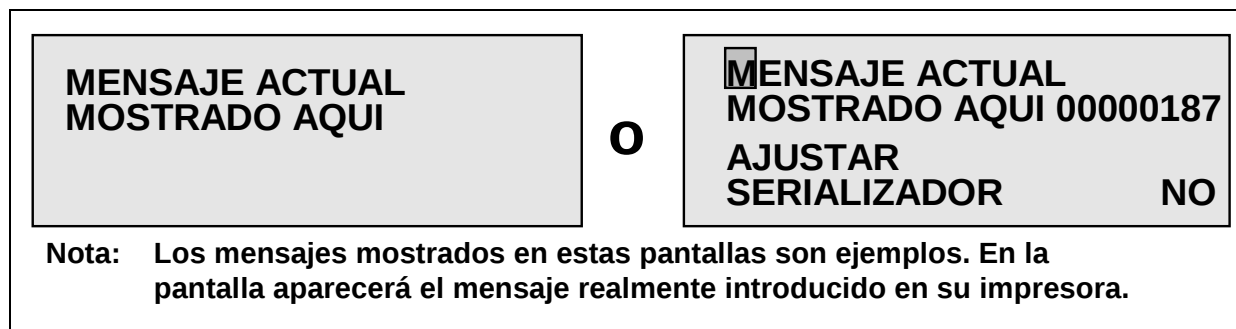

Figura 3-15. Pantalla Inicial en el Modo de Pausa
Una vez pulsada la tecla **Pausa** (cuando el indicador del miniteclado de Modos está encendido), la impresora interrumpirá la impresión y pondrá todas las operaciones en “pausa”. Una de las pantallas en la Figura 3-15 aparecerá en la pantalla de visualización, según las siguientes condiciones:
- La pantalla izquierda en la Figura 3-15 aparecerá cuando el mensaje no contiene un serializador o cuando el teclado está bloqueado.
- La pantalla derecha en la Figura 3-15 aparecerá cuando el mensaje contiene un serializador y el teclado está desbloqueado.